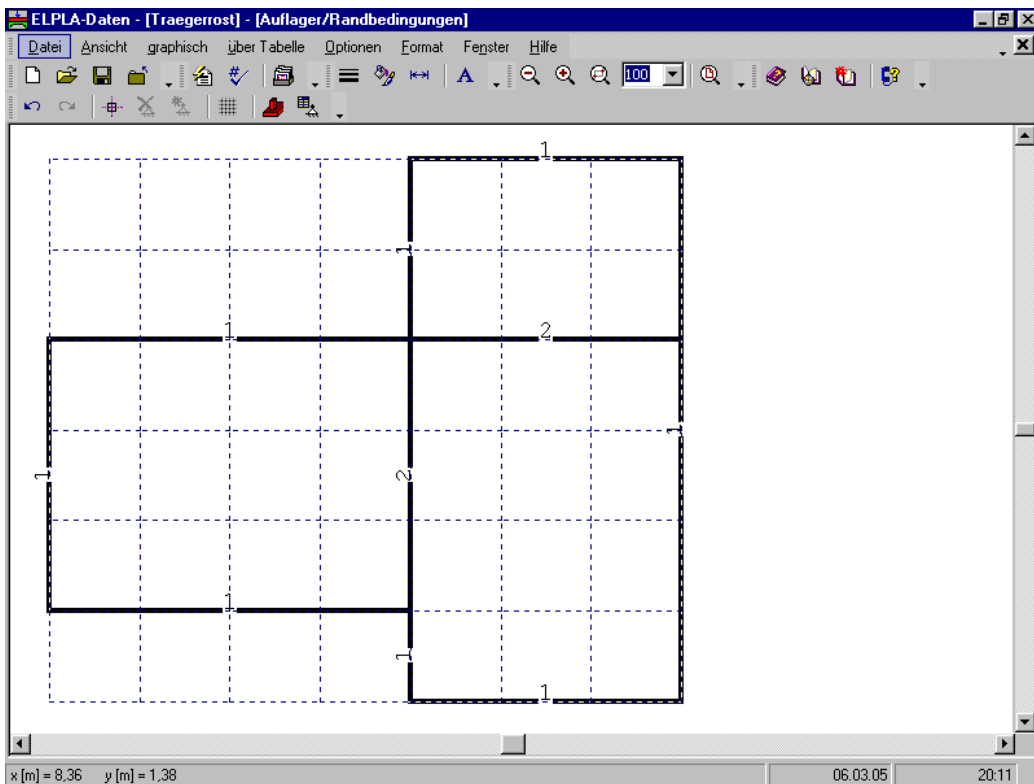

Bild 4-20 Stäbe im Fenster des eingebetteten Programms "Daten der Auflager/ Randbedingungen"
Nach dem Klicken von "OK" im Dialogfeld "Zeichnungsparameter" sollte der Bildschirm wie das folgende Bild 4-20 aussehen.
- Wählen Sie den Befehl "Knoten markieren" aus dem Menü "graphisch" im Bild 4-20. Wenn der Befehl "Knoten markieren" gewählt wird, ändert sich der Cursor von einem Pfeil zu einem Kreuz